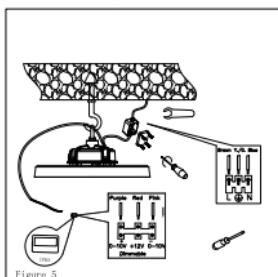

Figure 5
5. Collegare il cavo di alimentazione (consigliato: H05RN-F3G1.0mm²) al cavo d'ingresso del prodotto tramite la scatola di giunzione. Per la funzione dimmer collegare come illustrato. (fig.5)
5. Connect your mains cable (H05RN-F3G1.0mm² Recommended) with the input lead of our product through the of junction box. Note the Line (-) of the lead. For dimming functionality, please connect as illustrated. (see fig.5)